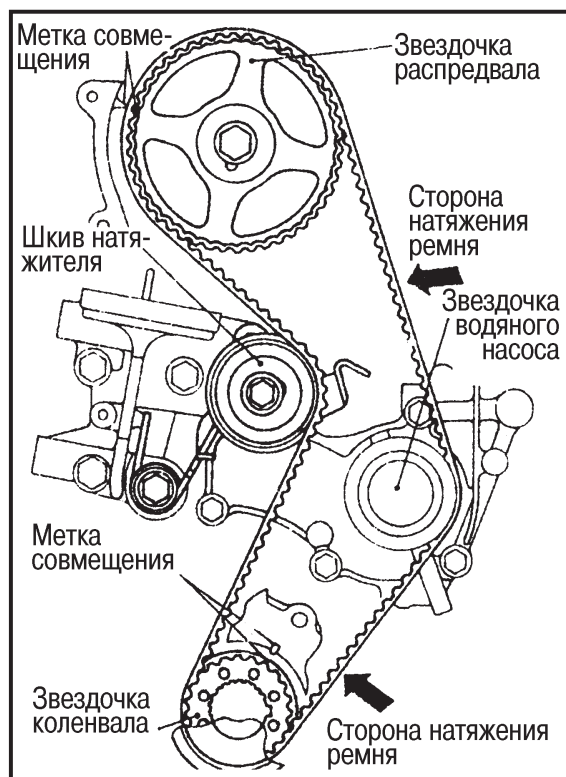

Рис. 1.62
- Медленно проверните коленвал и распредвал, пока не совместятся установочные метки звездочек распредвала и коленвала, как показано на рис. 1.62.